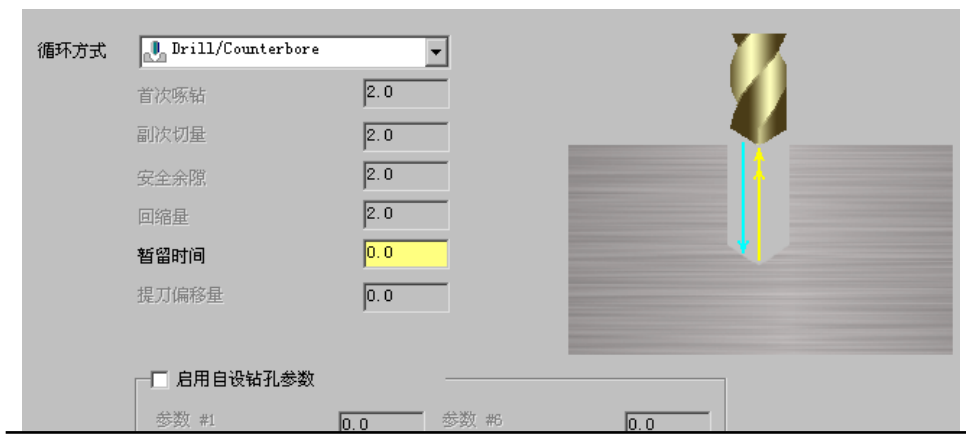

图 9.6.5 “切削参数”设置界面
Step1. 设置加工参数。在“2D 刀具路径 – 钻孔/全圆铣削 深孔钻-无啄孔”对话框的左侧节点列表中，单击**切削参数**节点，设置图 9.6.5 所示的参数。